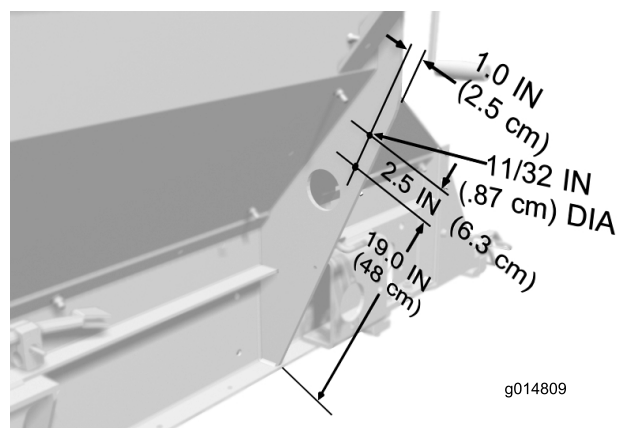

Figura 3
2. Arandelas (4)
5. Usando las dimensiones indicadas en Figura 3, localice, marque y perforo dos taladros de 8,7 mm de diámetro en la chapa de refuerzo izquierda de la tolva. Repita el procedimiento en la chapa de refuerzo derecha de la tolva.